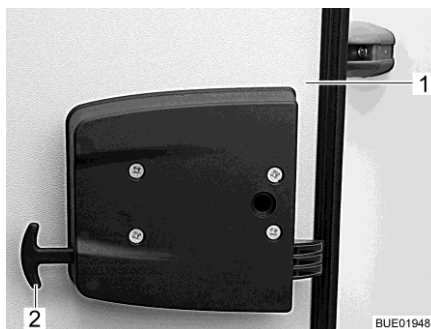

Bild 55 Nödupplåsning garagelucka
- Dra i båda handtagen på nödupplåsningen (Bild 55,2).
- Tryck garageluckan (Bild 55,1) utåt.